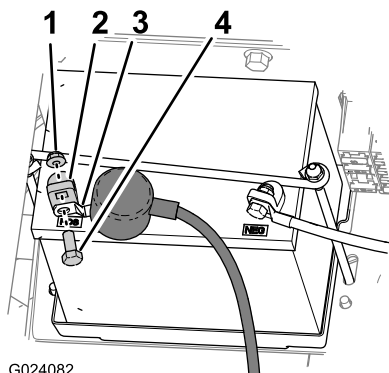

Figura 2
5. Deslize a cobertura de isolamento e retire o parafuso e a porca que prendem o terminal do cabo positivo da bateria ao borne positivo da bateria. (Figura 2).